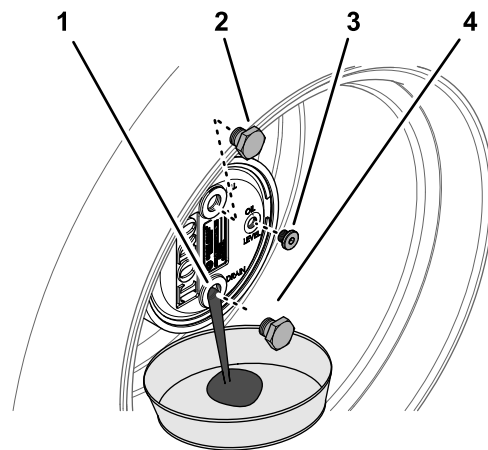

Figura 128
2. Retire el tapón de llenado en la posición de las 12 y el tapón de verificación en la posición de las 3 (Figura 128).
3. Coloque un recipiente debajo del cubo planetario, retire el tapón de vaciado en la posición de las 6 y deje que el aceite se drene por completo (Figura 128).
5. Instale el tapón de vaciado en el orificio de vaciado del engranaje planetario (Figura 128).